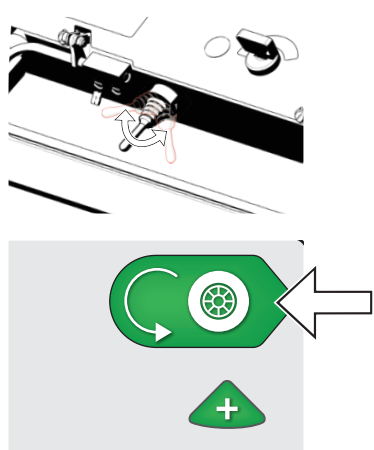

Fig. 15D - Attivare la trasmissione con l'interruttore di azionamento o con il pulsante di avvio/arresto dell'azionamento
6. Utilizzare l'interruttore di azionamento per alimentare il motore di azionamento. In alternativa, selezionare "Avvio/arresto dell'azionamento" sul display (Fig. 15D).